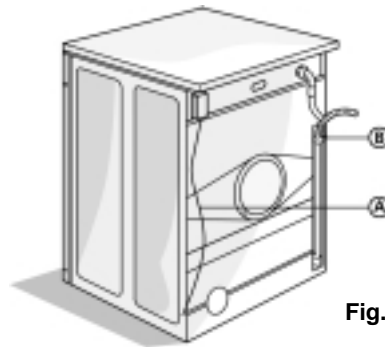

Fig.1
1. Afløbsslangen tages af den venstre klemme, se pil A på Fig. 1.
Afløbsslangens forbindelse må ikke løsnes, se pil B på Fig. 1, da det medfører risiko for lækage (fare for varmtvandsskoldning).
2. Forbind afløbsslangen til hæverten, eller hæng den på kanten af en vask eller badekar ved hjælp af det U-formede stykke (Fig. 1). Små håndvaske er ikke egnede til formålet.